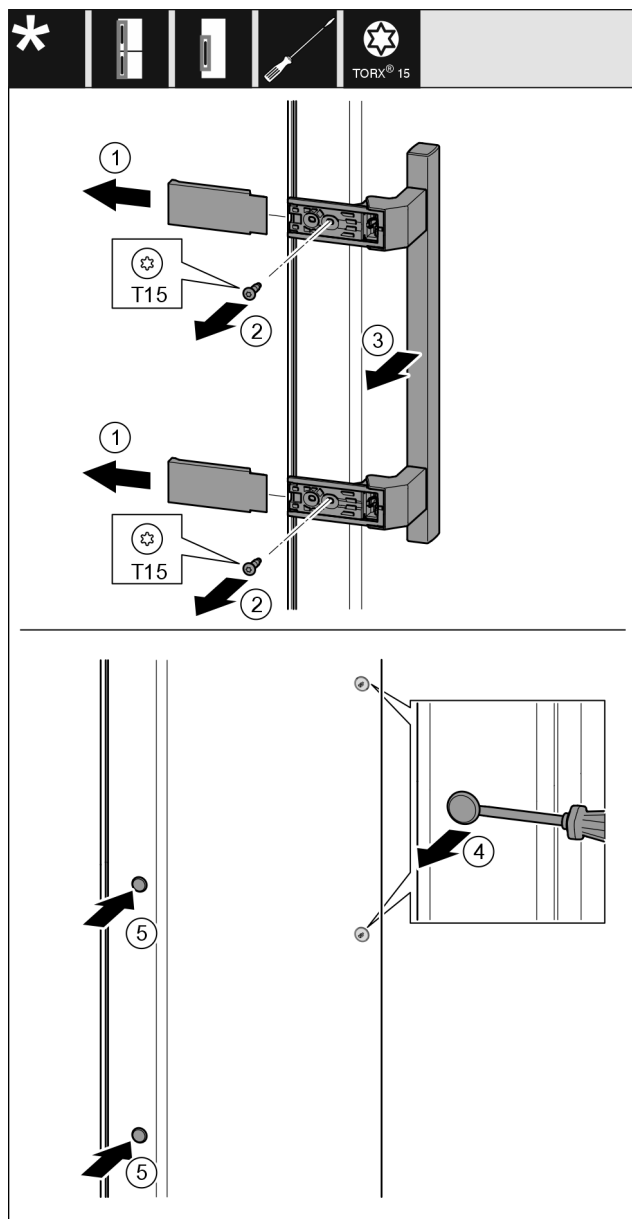

Fig. 21
- Зніміть кришку Fig. 21 (1).
- Викрутіть гвинти Fig. 21 (2) за допомогою викрутки.
- Зніміть ручку Fig. 21 (3).
- За допомогою шліцевої викрутки обережно підійміть та витягніть бокові пробки Fig. 21 (4).
- Знову вставте пробки Fig. 21 (5) з іншого боку.